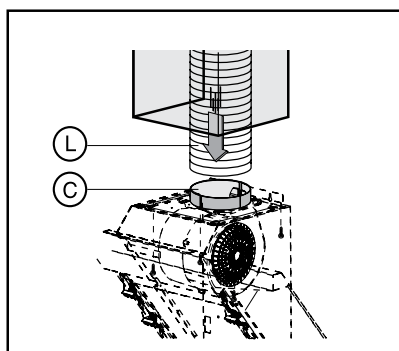

Рис. 14
6. Если Ваша вытяжка будет работать в режиме отвода воздуха в вентиляционную шахту (см. пункт «Эксплуатация вытяжки»), подсоедините воздуховод **L** (в комплект поставки не входит) к выходному отверстию **C** вытяжки (см. рис.14). Рекомендуется использовать воздуховод диаметром 150 мм. Использование воздухопровода диаметром 120 мм снижает производительность и увеличивает шум при работе вытяжки. Если все же Вы устанавливаете воздуховод диаметром 120 мм, то на выходное отверстие **C** предварительно необходимо установить переходной фланец, имеющийся в комплекте поставки. Место стыковки переходного фланца с выходным отверстием вытяжки и воздухопровода с переходным фланцем необходимо промазать герметиком, а сам воздуховод закрепить с помощью хомута (в комплект поставки не входит и приобретается отдельно).